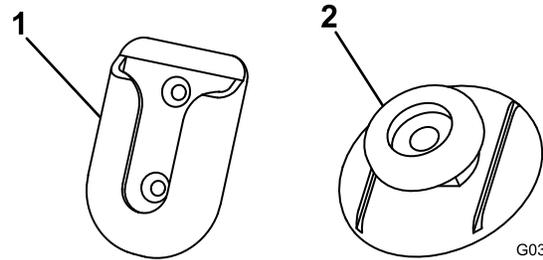

Figura 7
- Limpie la parte posterior del soporte giratorio (Figura 7) con la toallita humedecida con alcohol y luego séquelo.
- Retire el protector de 1 lado del adhesivo y aplíquelo a la parte posterior de la pestaña de montaje (Figura 7).